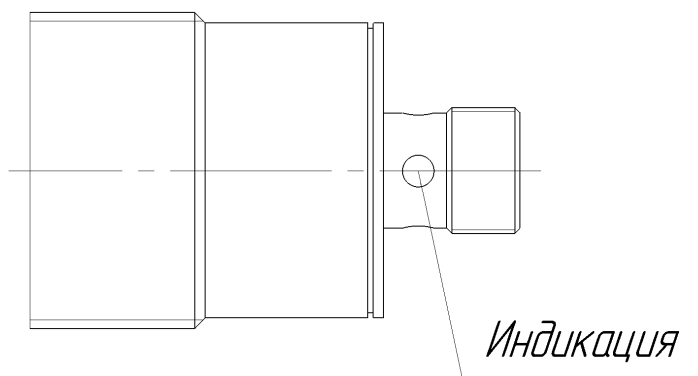

Рисунок 1 – Расположение индикации датчика
7.1.1. Датчик оборудован двухцветным светодиодным индикатором, расположенным в разъёме (рисунок 1). Состояние индикатора отображает состояния датчика (см. таблицу 1).